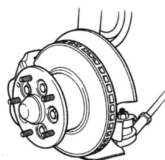

Fig. 2
- 6b Bauraum mit Außenlagerung (Fig. 2), Radlagerhaltemutter lösen und abnehmen, dann Radnabe/Bremsscheibe abziehen. Scheibe von Nabe abnehmen.